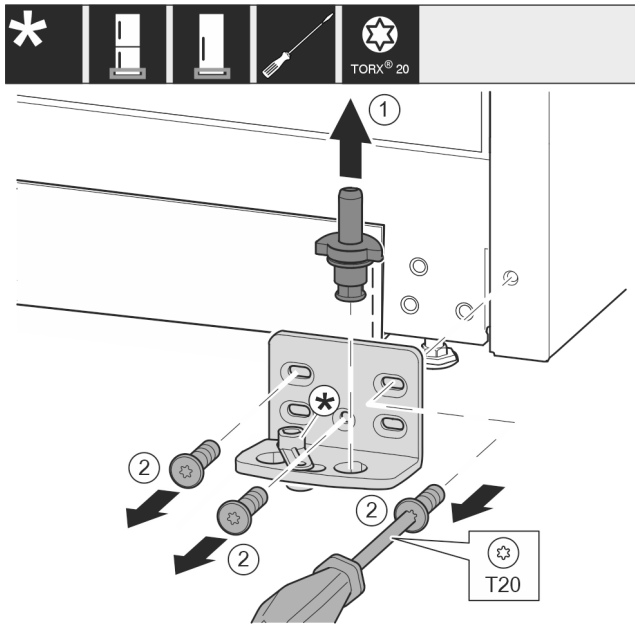

Fig. 10
- Nxirrni jashtë komplet bazamentin mbështetës nga lart. *Fig. 10 (1)*
- Nxirrni jashtë vidat me një kaçavidë T20 dhe hiqni bazamentin mbështetës. *Fig. 10 (2)*